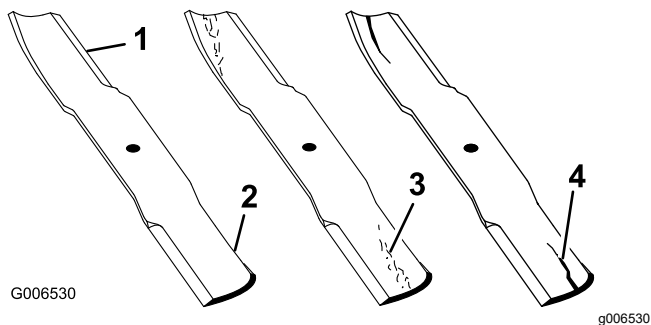

Figura 73
1. Controllate i taglienti (Figura 73).
4. Se notate incrinature, usura o scanalature in questa zona, montate immediatamente una nuova lama (Figura 73).